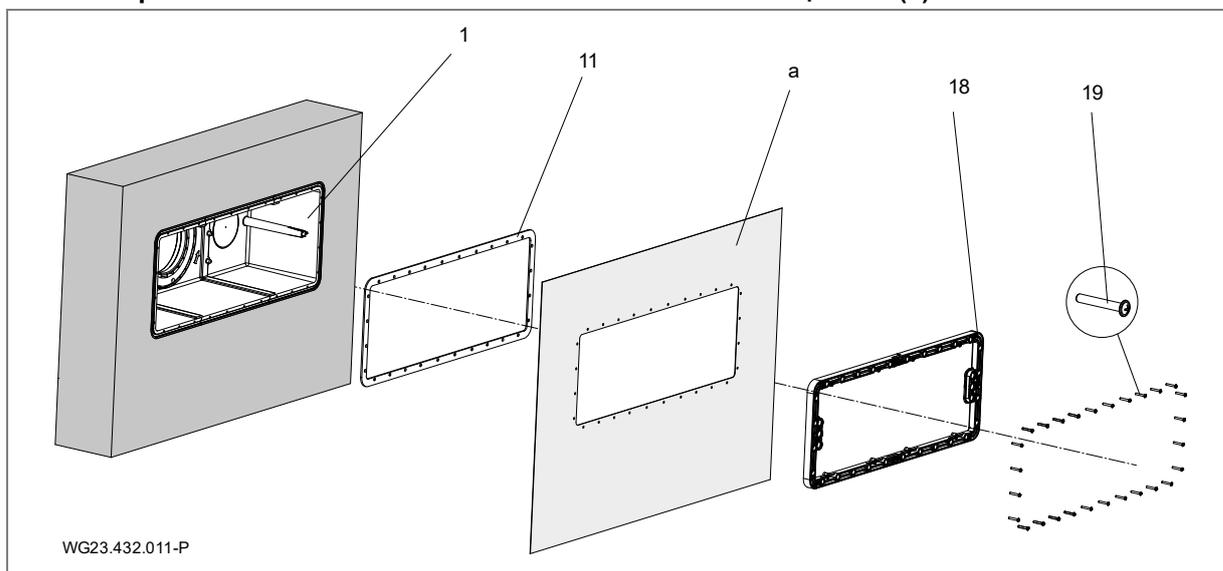

Рис. 7
Для герметизации бетонной стены рекомендуется создать сплошное кольцо из эпоксидной смолы/кварцевого песка на обращенной к стене бассейна внешней стороне корпуса (1). См. "Рис. 7" на стр. 16.